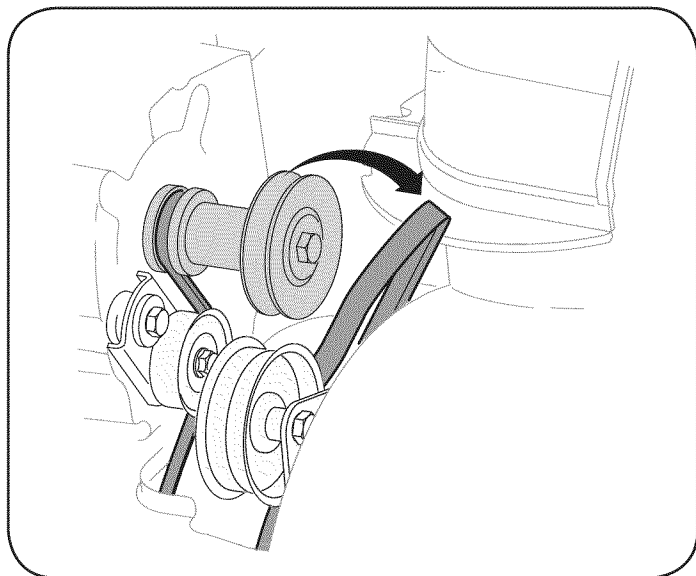

Figura 30
4. Saque la correa de la barrena de la polea del motor. Vea la Figura 30.